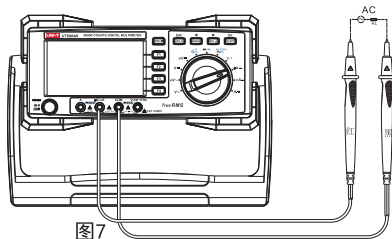

图7
- (1) 将红表笔插入" μ A mA"或"A"插孔, 黑表笔插入"COM"插孔。
- (2) 将仪表的旋转开关转到 $\mu A \approx$ 或 $mA \approx$ 或 $A \approx$, 按SEECT键选择所需测量的交流, 如图7, 将仪表表笔串联待测回路中。